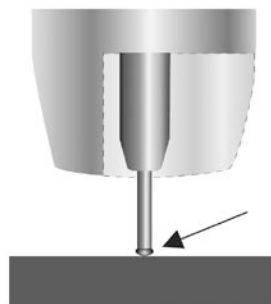

Fig. 28
1. Le fil approche de la pièce à travailler et touche celle-ci, produisant ainsi un court-circuit entre le fil et le métal de base. Puisqu'il n'existe aucun jeu entre le fil et le métal de base, aucun arc n'est produit et le courant traverse le fil (fig. 28)